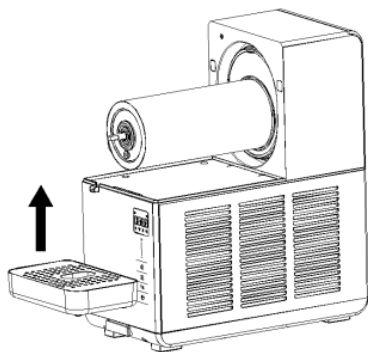

Fig.11
6. Løft drypbakken opad (som vist i fig. 11).